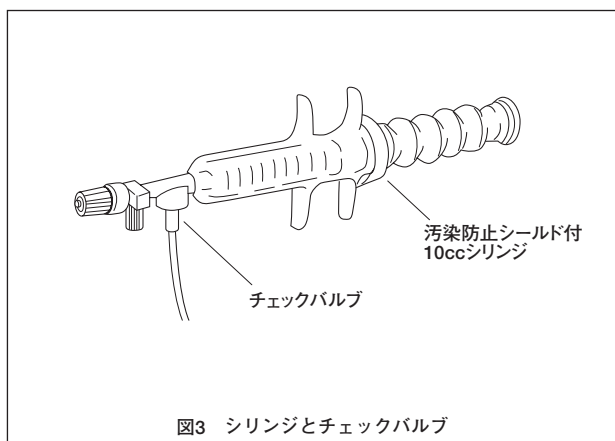

図3 シリンジとチェックバルブ
1. チェックバルブに10ccシリンジを接続します（図3）。